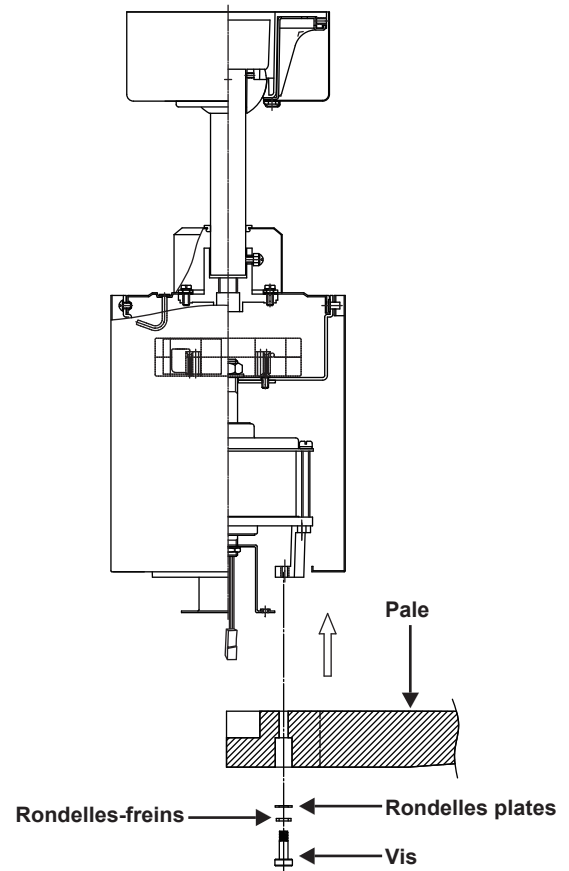

Figure 12
1. Fixez la pale au moteur à l'aide des rondelles plates, des rondelles-freins et des vis fournies. (Fig. 12)